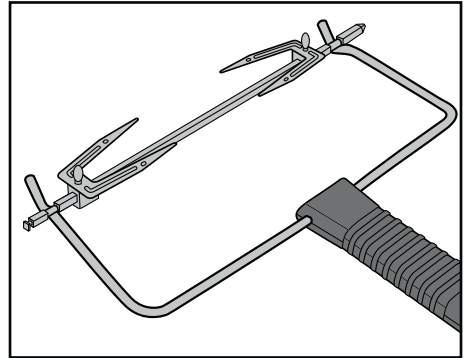

Fig. 3 : Accrochage de la pince 12 avec le tournebroche 16
- Pour retirer le tournebroche chaud 16, saisissez-le avec le crochet situé à l'extrémité de la pince 12 dans les rainures du tournebroche 16 (fig. 3) :